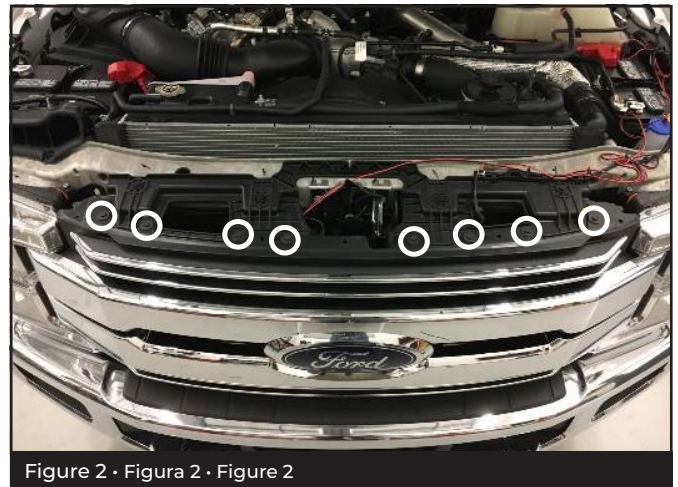

Figure 2 • Figura 2 • Figure 2
2 Once cover is removed, remove the top 8 grille screws with 10mm wrench (Figure 2).
Fr Une fois le couvercle enlevé, sortez les 8 vis de la partie supérieure de la grille avec une clé de 10mm (emplacement illustré ci-dessus). (Figure 2)
2 Remove (2) 10mm bolts and shift latch assembly out of the way. This allows for better access to the back side of the emblem. (Fig 2)
Sp Quite los 2 tornillos de 10 mm y mueva el montaje del cierre a un lado. Esto permite un mejor acceso a la parte trasera del emblema. (Figure 2)
Fr Enlevez les (2) boulons de 10mm et enlevez l'ensemble de la serrure. Cela permet un meilleur accès à l'arrière de l'emblème. (Figure 2)